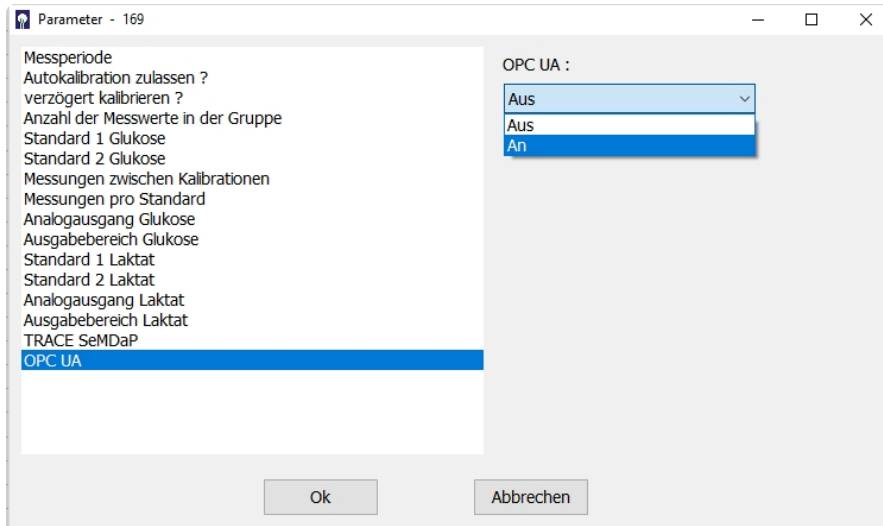

Abbildung 83: Aktivieren des OPC UA Servers
- Diese Funktion ist werkseitig ausgeschaltet und kann hier aktiviert werden (Abbildung 83).